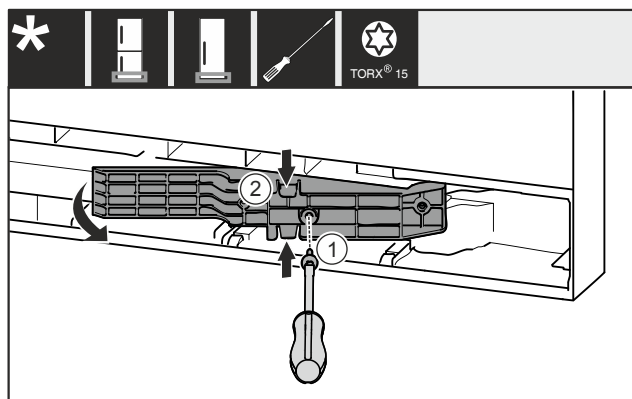

Fig. 18 *
- Hiqni vidën Fig. 18 (1)*
- Shtypni lehtë njëkohësisht pjesën përshtatëse Fig. 18 (2) lart dhe poshtë dhe nxirrni jashtë.*